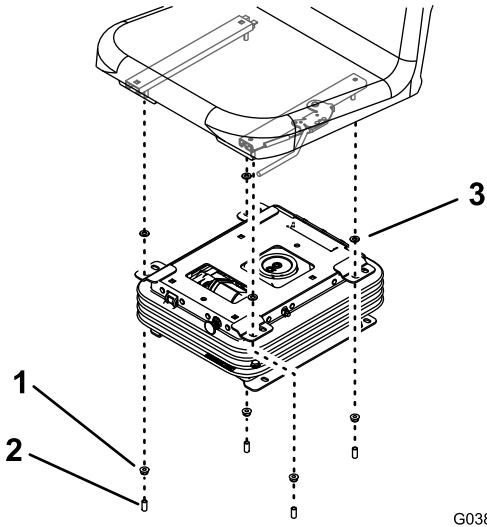

Figure 9
5. Fixez les dispositifs de réglage du siège à la suspension à l'aide de 4 rondelles et de 4 écrous avec capuchon (Figure 9).